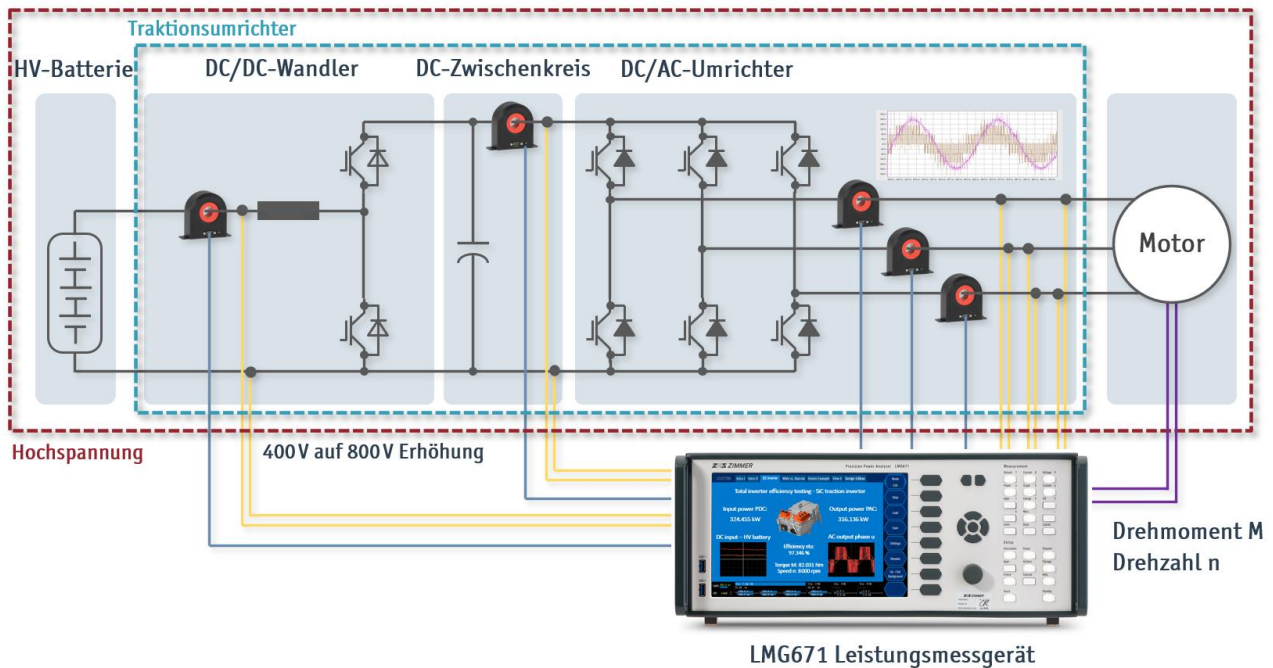
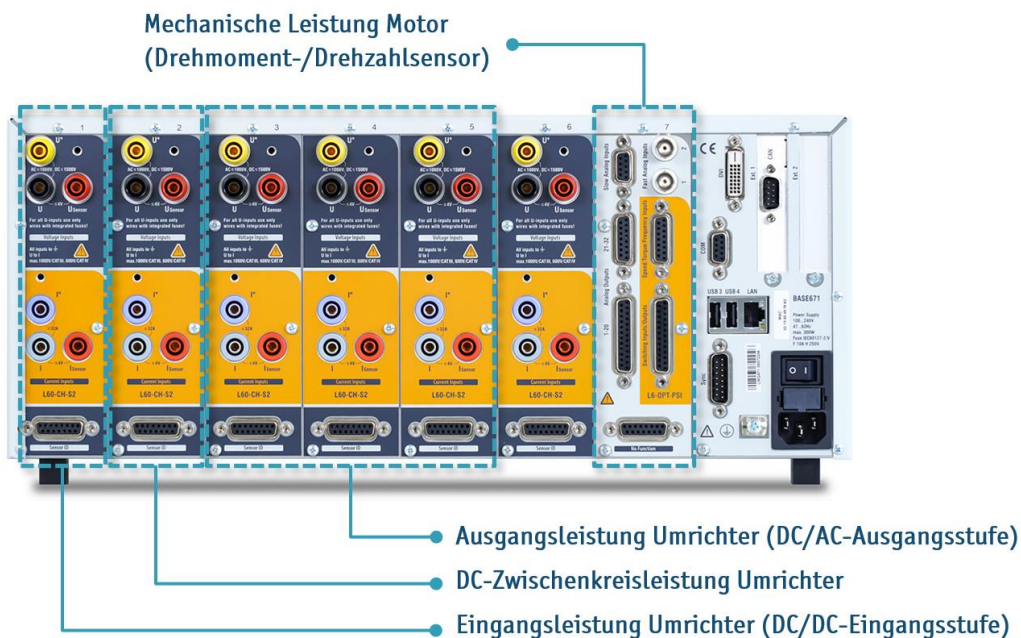
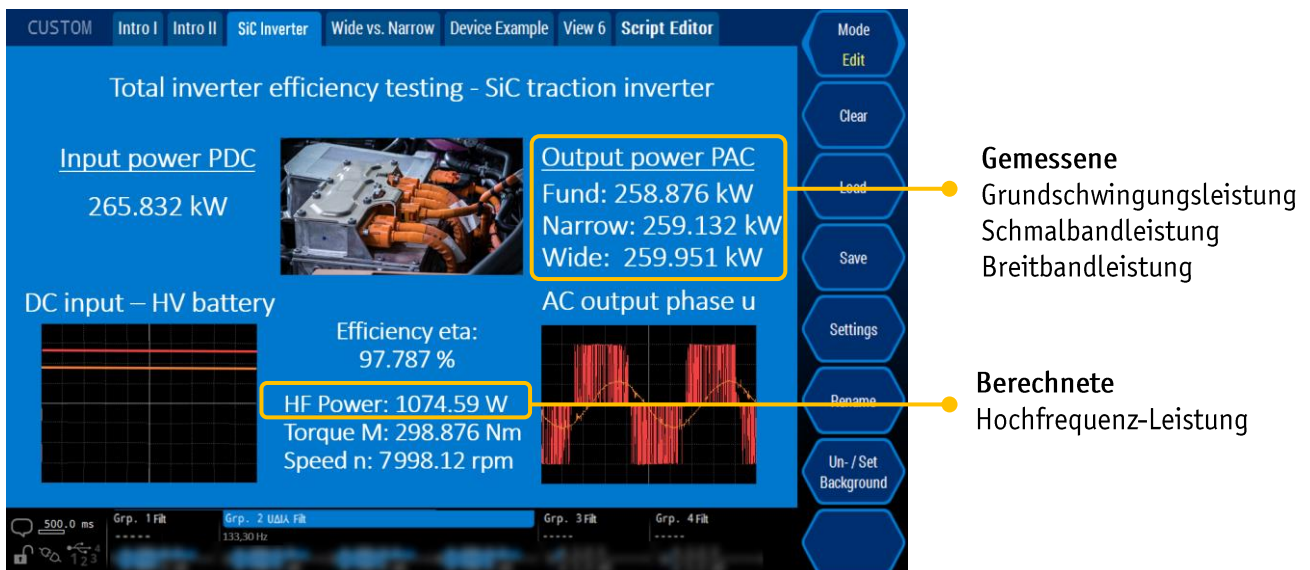

Abbildung 1: Anschaltung des LMG671 Leistungsmessgeräts an den elektrischen Antriebsstrang
Abbildung 2: Anschluss und Gruppierung der LMG671 Messkanäle
Abbildung 6: LMG600 CUSTOM Menü für die Applikation Wirkungsgradmessung am SiC-Traktionsumrichter
Eine vollständigen Wirkungsgradvermessung am elektrischen Antriebsstrang erfolgt gängiger Weise durch Messen der elektrischen Leistung zwischen den jeweiligen Hauptkomponenten Hochvolt-Batterie (HV-Batterie), Traktionsumrichter und elektrische Maschine. Eine typische Anschaltung des LMG671 in die Strompfade des Prüfaufbaus ist in Abbildung 1 dargestellt. Die einzelnen Stufen der Leistungsmessung folgen entsprechend gemäß dieser gezeigten Anschaltung. Wir messen schließlich im Folgenden:
- **Gruppierung3** der Leistungsmesskanäle gem. Abbildung 2
Für die Anwendung selbst bietet das LMG671 weiterhin die spezifische Erstellung und Anzeige eines eigenen auf seine Bedürfnisse zugeschnittene Messmenü, welches bereits während des Testens am angefahrenen Betriebspunkt das direkte Ablesen und Gegenprüfung der Messwerte und Signalformen erlaubt. Exemplarisch ist dies in Abbildung 6 dargestellt. Scope-Signale lassen sich auch alternativ durch Plot-Diagramme substituieren oder ergänzen, um für den zu verifizierenden Betriebspunkt das thermische Einschwingen des Prüflings beobachtet werden kann.
Bei einer Anschaltung nach Abbildung 1 und Abbildung 2, ist im Weiteren eine vollständige Vermessung der Wirkungsgrade mit höchster Genauigkeit und Zuverlässigkeit sichergestellt. Hier ließe sich ebenfalls ein kundenspezifisches Messmenü wie in Abbildung 6 erstellen oder bei unseren technischen Experten anfragen.